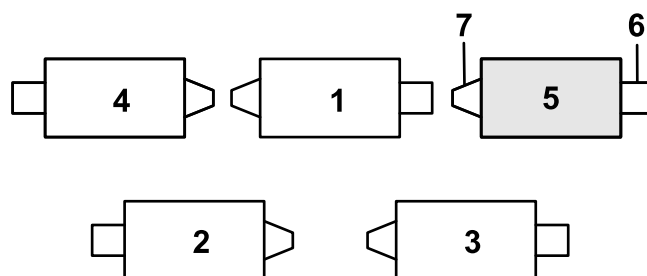

Figure 12
1. Si la goupille fendue se trouve dans le trou arrière de la tige du ressort de compensation, retirez-la et insérez-la dans le trou près du support (Figure 12).